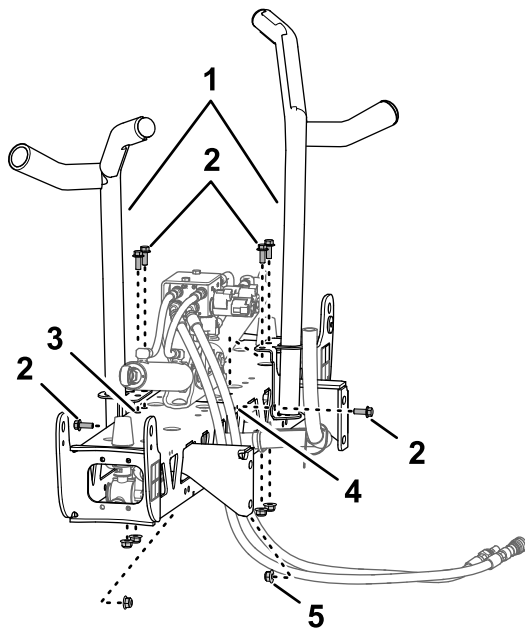
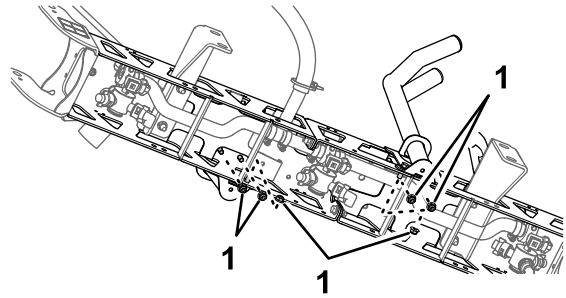

Figure 35
Figure 36
2. Alignez les berceaux de transport de rampe sur la section de rampe centrale (Figure 35).
3. Montez les berceaux sur la section de rampe (Figure 35 et Figure 36) à l'aide de 6 boulons ( $\frac{3}{8}$ " x 1") et de 6 contre-écrous à embase ( $\frac{3}{8}$ ").